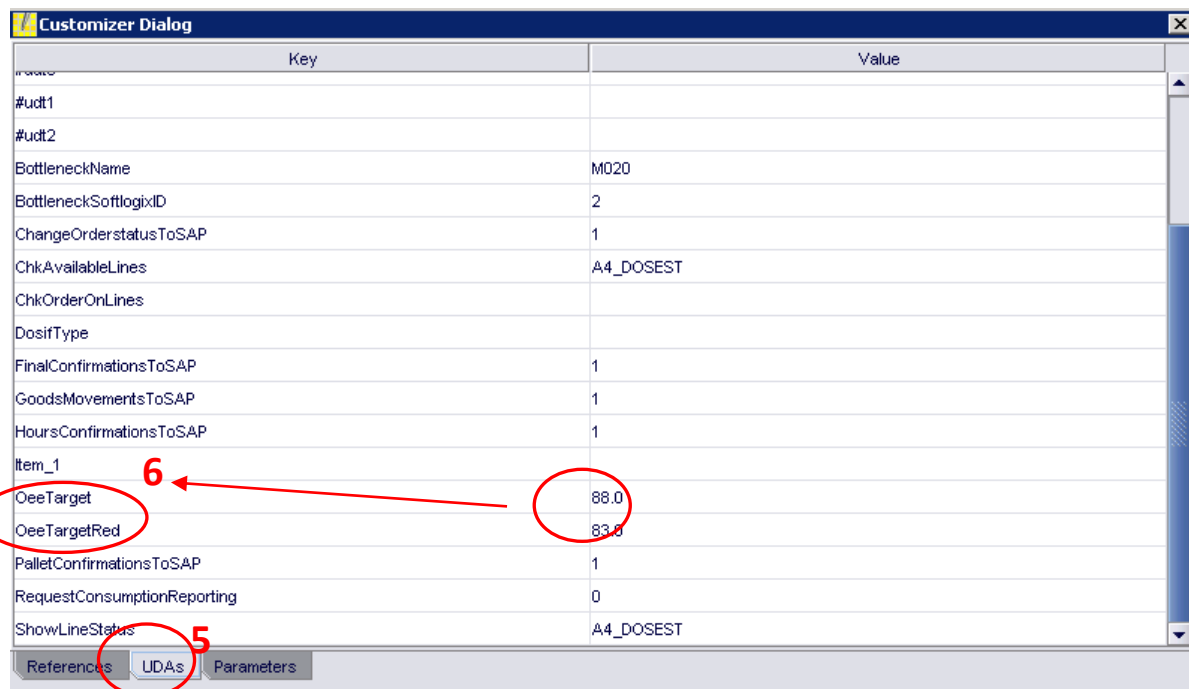

Imagen 58
6. - Buscamos los parámetros **Oee Target** y **Oee TargetRed**, y los cambiamos por los que queremos **(Imagen 58)**: